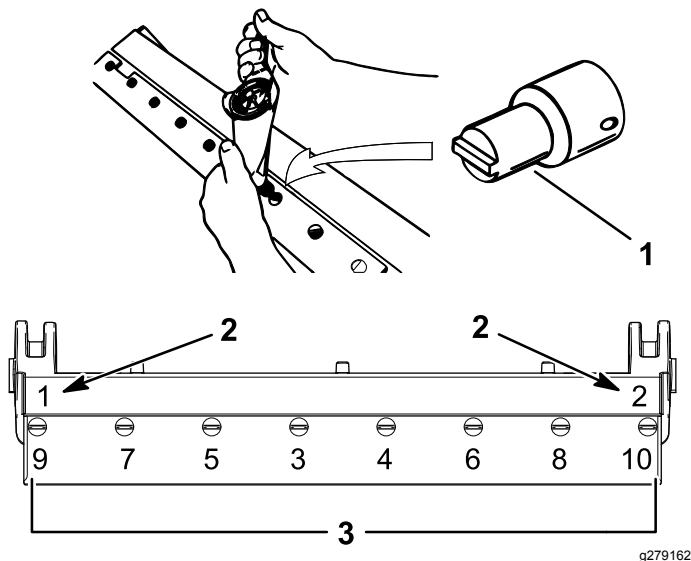

Figura 42
- A. Aperte os dois parafusos exteriores com 1 N·m; consulte a Figura 42.
- B. Trabalhando a partir do centro da lâmina, aperte os parafusos com 23 a 28 N·m; consulte a Figura 42.